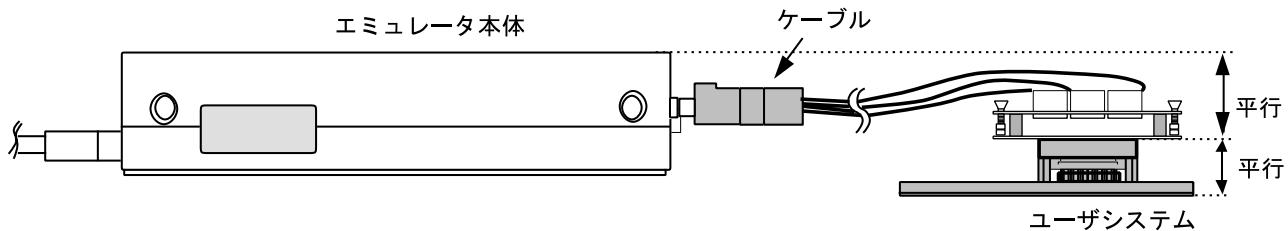

図 10 設置例
- (1) ユーザシステムへの接続時には 1 ピン位置に十分注意して、誤接続は絶対にしないでください。
- (2) 本ユーザシステムインターフェースケーブルを使用する場合の推奨マウントパッド寸法は、MCU 実装用マウントパッド寸法とは異なりますので注意してください。
- (3) 本ユーザシステムインターフェースケーブルは、HS3052EPI61H エミュレータ専用ですので、他のエミュレータ本体には使用しないでください。
- (4) ケーブル本体部が断線する可能性がありますので、本ユーザシステムインターフェースケーブルの上に重いものや金属等の角の尖ったものを置かないでください。
- (5) ユーザシステムに接続した状態では、ユーザシステムインターフェースケーブル、特にケーブル先端部に無理な力が加わらないように注意する必要があります。図 10 の設置例を参照してご使用ください。